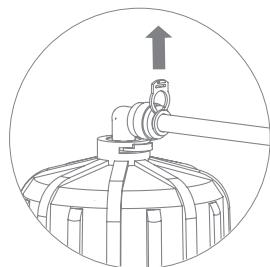

Рис. 13
3. Отсоедините стопорную клипсу, фиксирующую цангуну (рис. 13). Отсоедините трубку, удерживая цангуну прижатой к корпусу (см. раздел «Отсоединение трубок» (стр. 8)). При необходимости отсоедините все трубы от корпуса мембранны и извлеките его из корпуса фильтра.